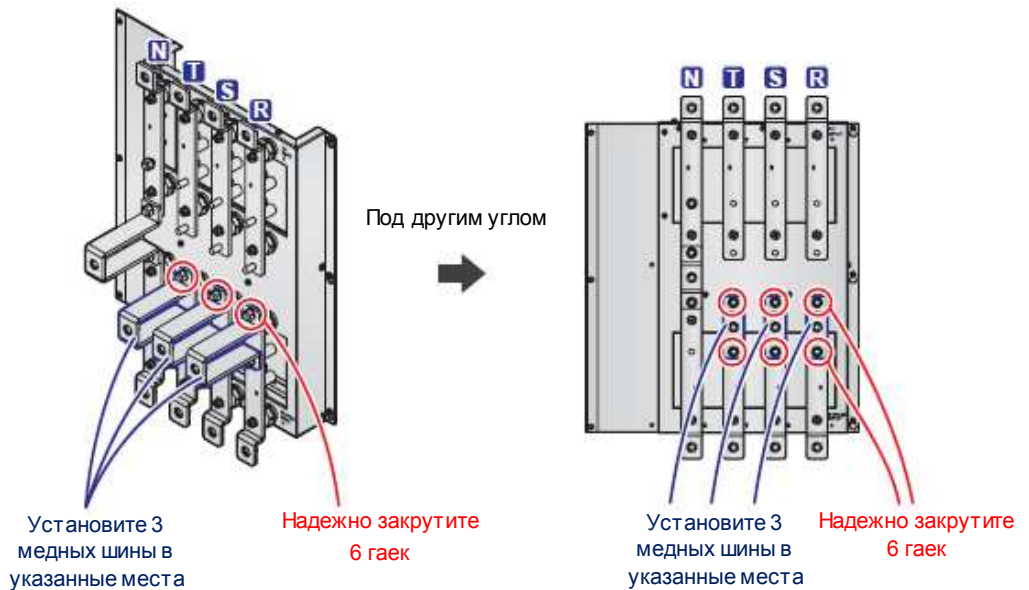

Рисунок 5-8-1: Установка 3 медных шин и 6 гаек при верхнем подключении к двум линиям питания
- 3 При верхнем подключении к двум линиям питания см. **Рисунок 5-8-1** для того, чтобы должным образом установить 3 снятые медные шины. Надежно закрутите 6 гаек.